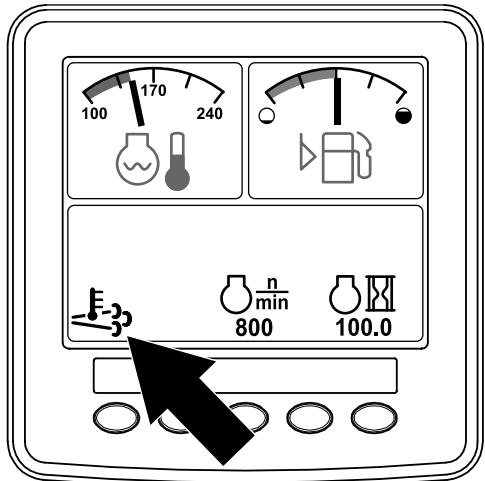

Bild 41
- Das Symbol für die hohe Auspufftemperatur  wird im InfoCenter angezeigt (Bild 41).